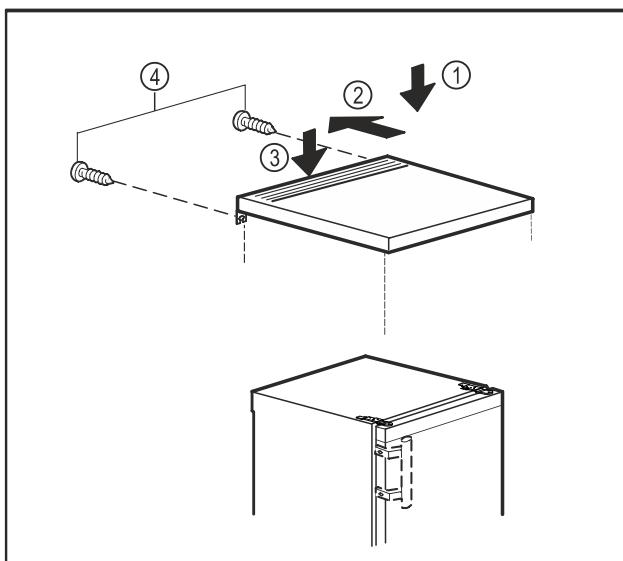

Fig. 11
- Поставете плота на масата върху уреда. Fig. 11 (1)
- Преместете плота на масата назад. Fig. 11 (2)
- Натиснете надолу плота на масата. Fig. 11 (3)
- Затегнете винтовете от задната страна. Fig. 11 (4)